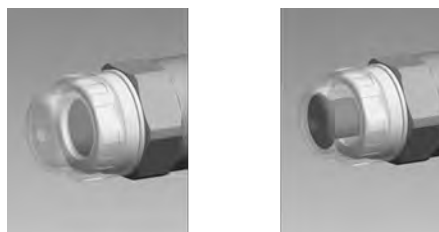

Abb. 9: Optischer Membranbruchsensoren, unangelöst und ausgelöst
Bei den **optischen** Membranbruchsensoren springt dabei der versenkte, rote Zylinder (6) unter dem durchsichtigen Deckel (7) nach vorne, sodass er dann deutlich sichtbar wird Abb. 9.